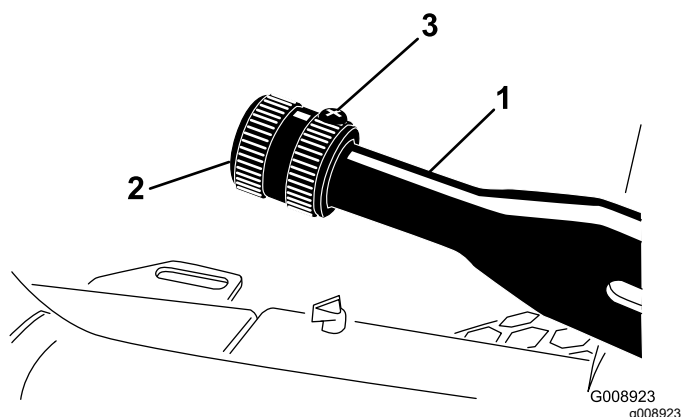

Figura 73
2. Allentate la vite a pressione che fissa la manopola alla leva del freno di stazionamento (Figura 73).